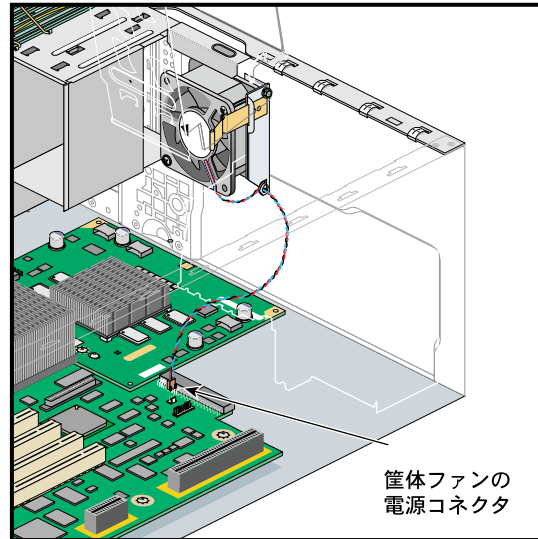

図 4-39 ディスク・ドライブ・ファン・ワイヤ・ハーネスの取外し
- システム・ボードからディスク・ドライブ・ファン・ワイヤ・ハーネスを取外します。図 4-39 を参照してください。